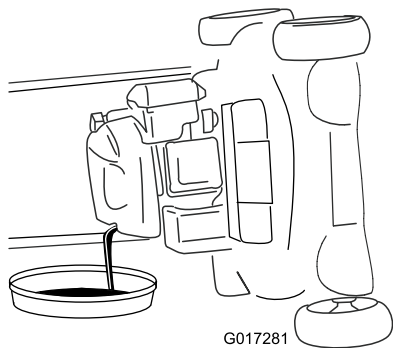

Figure 30
4. Inclinez la machine sur le côté (filtre à air en haut) pour vidanger l'huile usagée par le tube de remplissage (Figure 30).